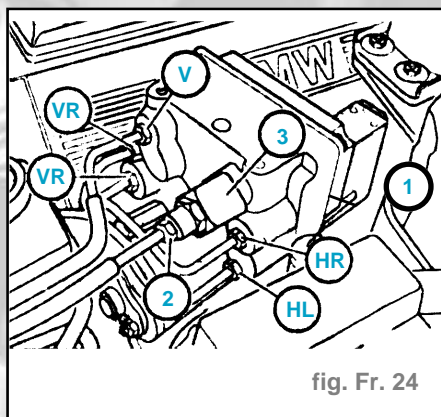

fig. Fr. 24
- Déverrouiller et débrancher le connecteur central (1) (fig. Fr. 24).